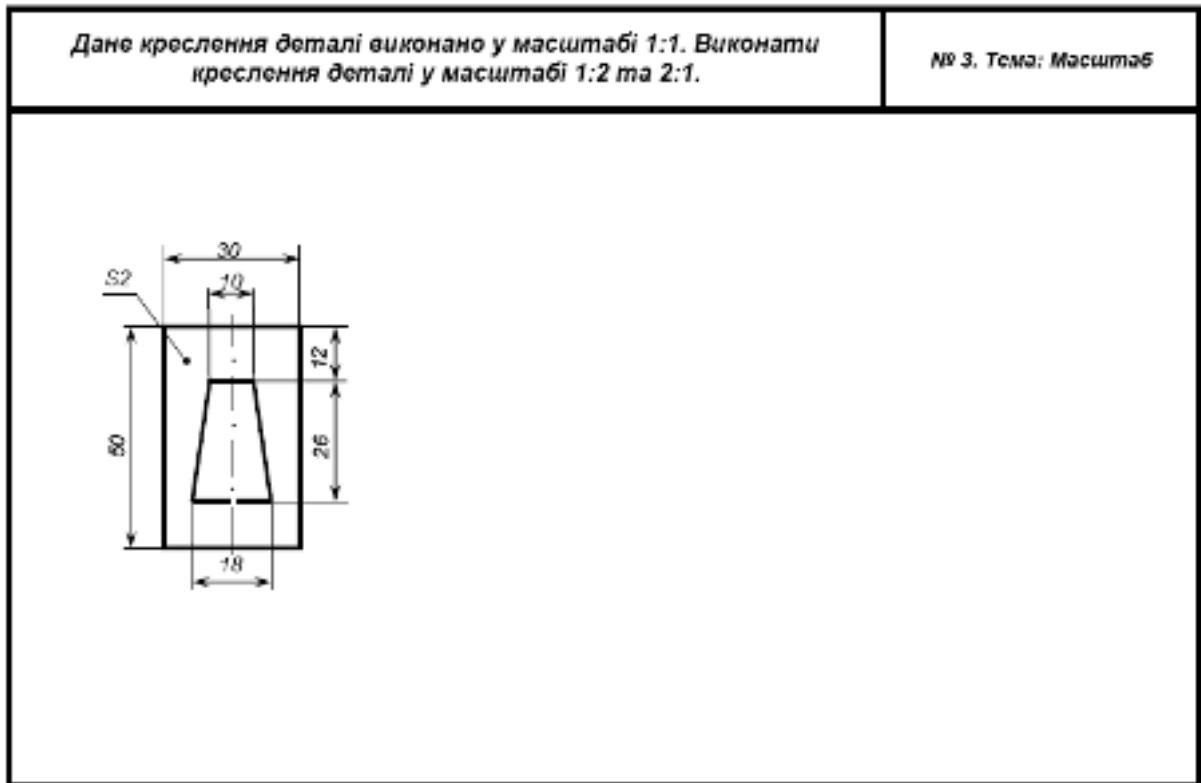

Рис. 19 – завдання № 7 а.
1. Для виконання завдання №7 а, б. (рис. 19, 20) Проводимо праворуч від зображення технічного контуру осі симетрії штрих - пунктирною лінією.